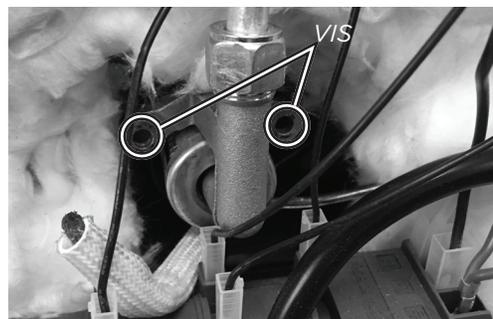

FIG 2. FOUR
7. Utilisez une clé à douilles de 7 mm pour retirer les orifices de combustion. Chaque orifice de combustion est facilement accessible - l'orifice du plus grand brûleur est situé sur la paroi du brûleur (fig. 2).
2. Courbez légèrement le tuyau du gaz pour atteindre l'orifice de combustion (Fig. 2).